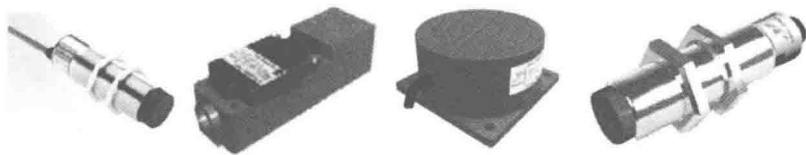

图 3-137 各种接近开关
1) 接近开关，又称无触点行程开关，如图 3-137 所示。它能在一定的距离（几毫米至几十毫米）内检测有无物体靠近，当物体与其接近到设定距离时，就可以发出动作信号。接近开关的核心部分是“感辨头”，它对正在接近的物体具有很高的感辨能力。常用的接近开关有电涡流式（俗称电感接近开关），还有电容式、微波式、光电式等多种，一般用于检测导电性金属物件。它的优点是不与被测物接触、不会产生机械磨损和疲劳损伤、工作寿命长、响应快、无触点、无火花、无噪声、防潮、防尘、防爆性能较好、输出信号负载能力强、体积小、安装与调整方便；缺点是触点容量较小、输出短路时易烧毁。接近开关的电路布置和接线简图，如图 3-138 所示。